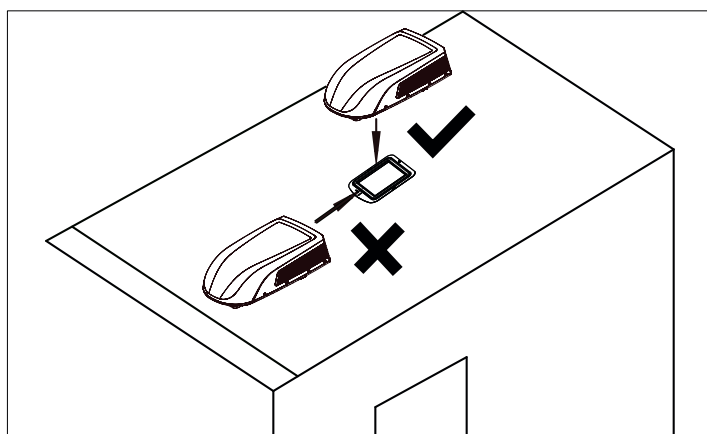

Figure 4-2
2) Placez-la sur la plaque de montage de la découpe de toit préparée de sorte que le ruban d'étanchéité de l'unité extérieure soit aligné avec la rainure sur la surface de la plaque de montage. Ne tirez pas sur l'unité extérieure. Sinon, le joint peut tomber (voir Figure 4-2).